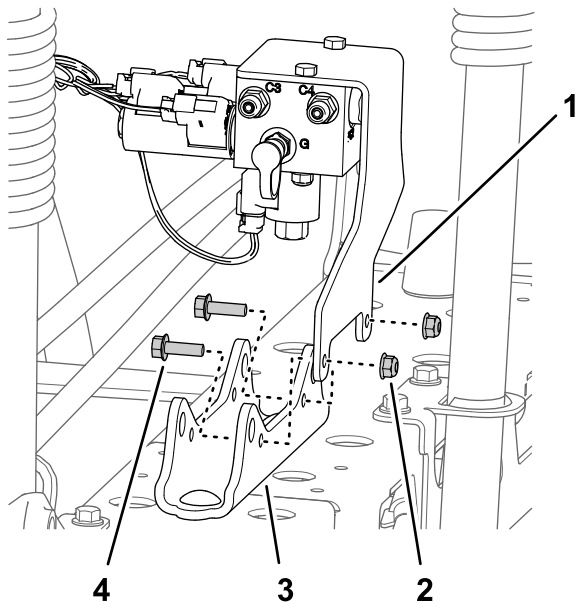

Bild 43
- **Maschinen ohne die optionale Nivellierung für den Ultra Sonic Boom:** Entfernen Sie die zwei Sicherungsbundmutter (5/16") und die zwei Bundkopfschrauben (5/16" x 1"), mit denen die Stützhalterung für den Abschnitthubverteiler an der Zylinderbefestigung befestigt ist, und nehmen Sie den Verteiler und die Halterung von der Zylinderbefestigung ab (**Bild 43**).